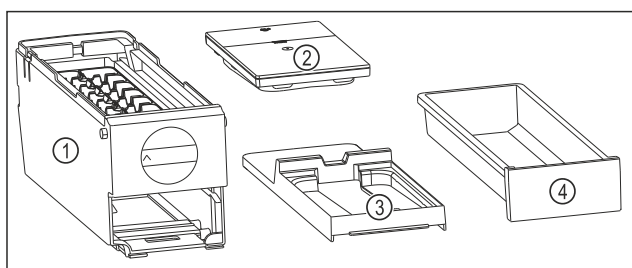

Fig. 89 Компоненти EasyTwist-Ice
- ▷ EasyTwist-Ice складається з чотирьох частин. (див. Fig. 89)
- ▶ Розбирайте EasyTwist-Ice тільки на зображені компоненти. (див. Fig. 89)
- ▶ Очистіть корпус EasyTwist-Ice Fig. 89 (1) без розбирання.